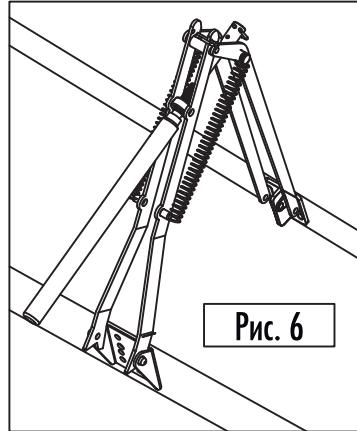

Рис. 6
5. Установите рамочное крепление (9) к раме (Рис. 6).
6. Установите оконное крепление (10) к раме форточки выше рамочного крепления (9).